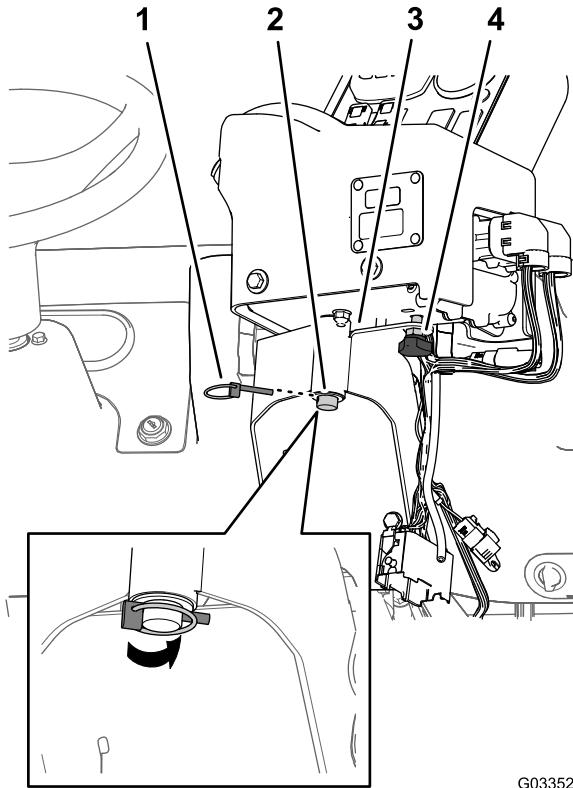

Bild 19
2. Befestigen Sie die Steuerkonsole an der Befestigungshalterung der Steuerung und befestigen sie mit dem Federclipstift (**Bild 19**).
3. Montieren Sie das Handrad und ziehen es an, damit sich die Konsole nicht während des Betriebs dreht (**Bild 19**).